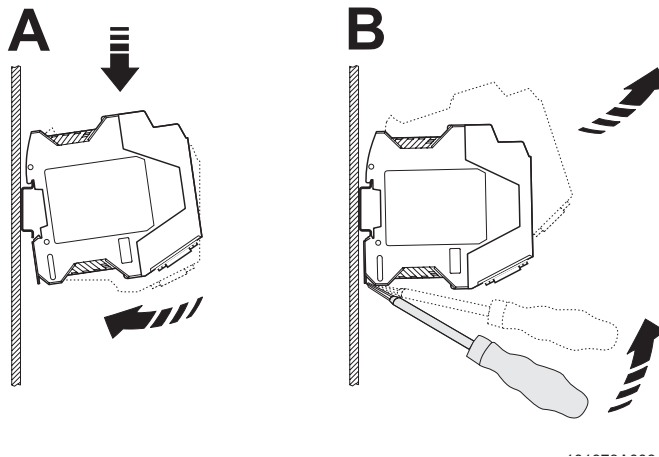

Fig. 2-1 Montage et démontage d'un appareil unique
- Placer l'appareil sur un profilé de 35 mm mis à la terre par le haut de sorte que la rainure supérieure du boîtier s'enclenche sur la bordure supérieure du profilé (voir Fig. 2-1 A).
- Avec un tournevis approprié, défaire le mécanisme de verrouillage du pied encliquetable de l'appareil (voir Fig. 2-1 B).